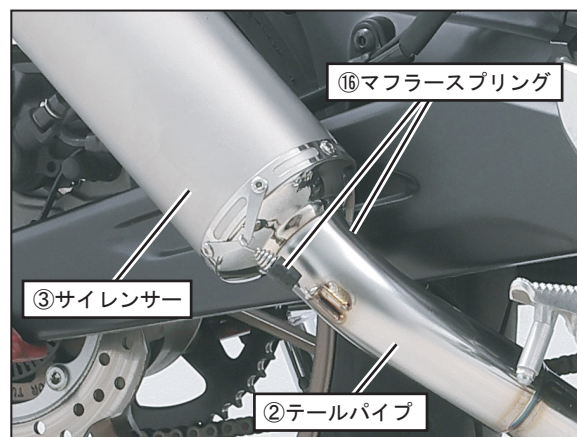

FIG. 13
10. ②テールパイプに③サイレンサーを取り付け、⑬マフラスプリングをスプリング取付工具を使用して取り付けして下さい。(FIG. 13参照)